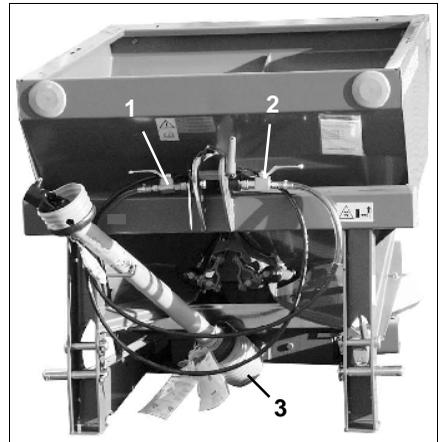

Fig. 20
- Brochez les flexibles hydrauliques (Fig. 20/1 et Fig. 20/2) dans les prises aveugles correspondantes.
- Accrochez la transmission à cardan (Fig. 20/3) dans son support (voir illustration).